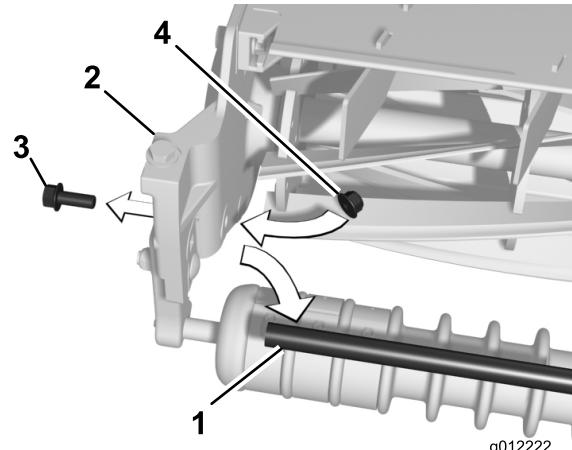

Figure 11
1. Dévissez les 2 boulons à embase qui fixent le tube de support aux plaques latérales du plateau de coupe (Figure 11). Déposez le tube de support.
2. Fixez les boulons à embase aux plaques latérales du plateau de coupe avec les 2 contre-écrous à embase (3/8") fournis (Figure 11).